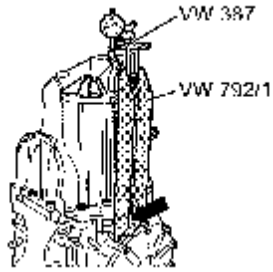

图 9-138 安装测量工具
(1) 在配件目录内选出所求得垫片总厚度 (例如 1.60mm) 并装入变速器后盖的后圆锥滚柱轴承外圈 (S_4 侧)
(2) 放上变速器盖，并按规定扭矩拧紧螺栓。
(3) 把螺栓 M10×20 置于从动轴端部，将主动齿轮转至少 8 圈，这样就可使圆锥滚柱轴承下沉。旋下螺栓。
(4) 安装好测量工具，并用螺栓紧固在变速器壳体上，如图 9-138 所示。